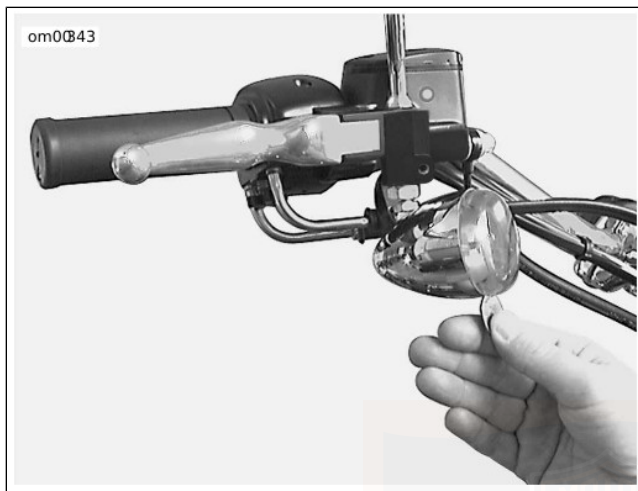

Figure 49. Encoche du capuchon de diffuseur
1. Voir la Figure 49. Pour accéder aux ampoules des feux de direction avant ou arrière afin de les remplacer, repérer l'emplacement d'une encoche sur le capuchon du diffuseur du feu de direction.